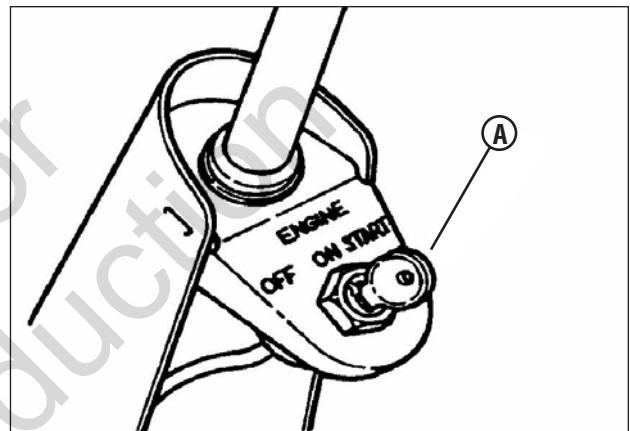

Figura 9: Chave
- Gire a chave (A, Figura 9) para a posição “LIGADA”.